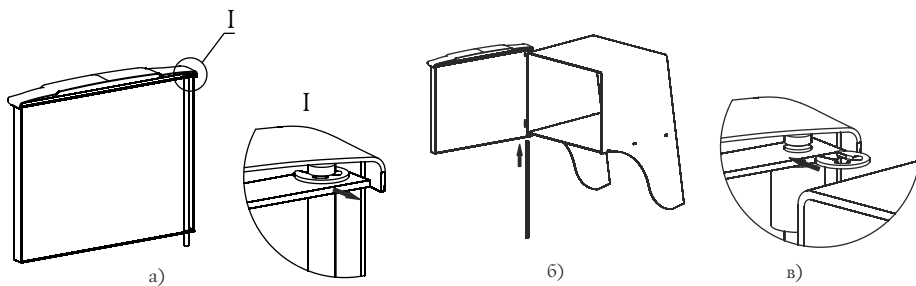

Рисунок 4. Установка дверцы при монтаже печи.
Установка дверцы на печи модели «Бирюса 2013» и производится следующим образом (рисунок 4):
1. Извлеките ось из дверцы, предварительно сняв упорную быстрьсъемную шайбу, рисунок 4а;
3. Вставьте ось через отверстия снизу вверх, с расположением канавки под шайбу в верхней части оси, рисунок 4.б;
4. Установите упорную быстросъемную шайбу в канавку на оси, рисунок 4.в